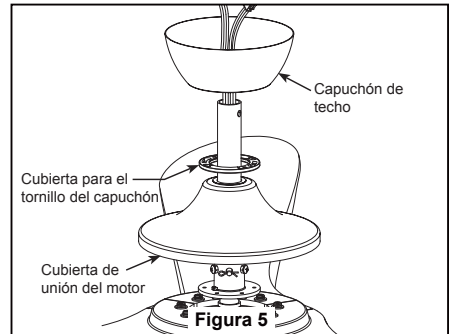

Figura 5
5. Pase los cables a través de la cubierta de unión del motor, la cubierta para el tornillo del capuchón y el capuchón de techo. (Figura 5)